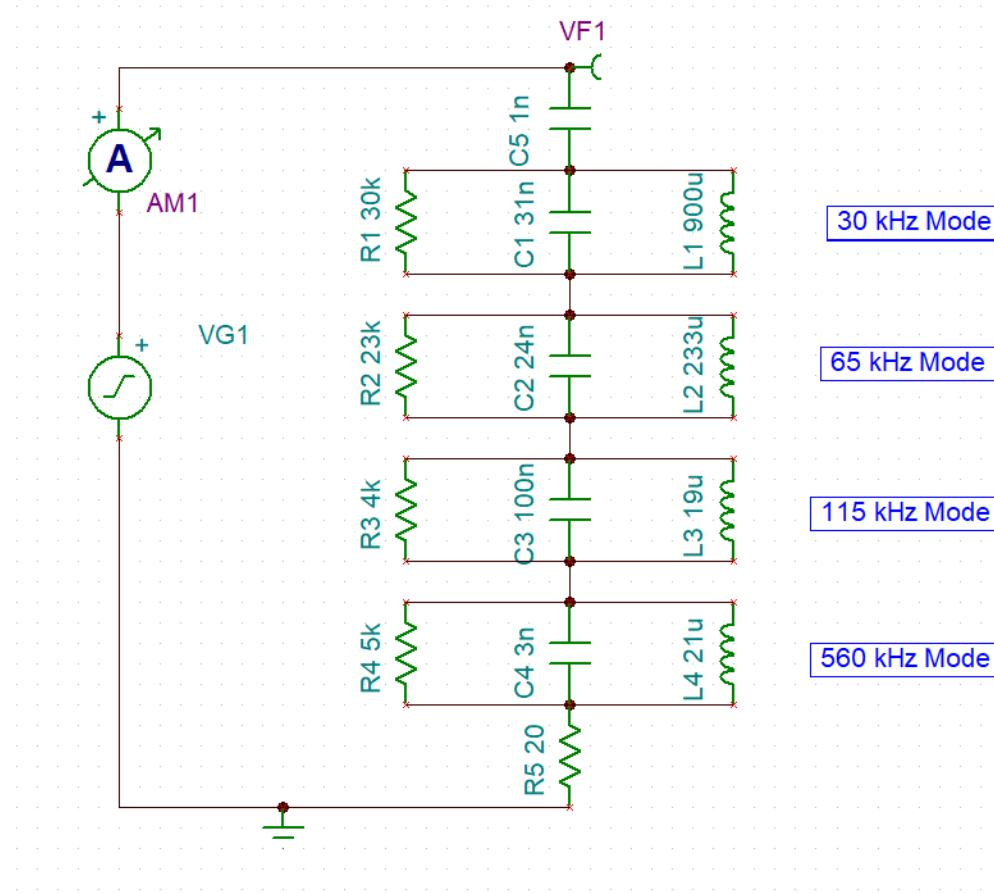

图 4-1. LCS 的等效电路模型
了解压电式器件等效电路对于分析和设计系统至关重要，因为这样可以将复杂的机电交互简化为易于管理的电气模型，从而实现性能预测和优化。有多个模型可以模拟压电压的行为，这里我们提供了一个示例。在示例中，LCS 由一个大容量电阻器和一个大容量电容器以及多个 LRC 网络组成，这些网络都串联在一起，如 图 4-1 所示。每个 RLC 部分代表机械特性，如质量 (L)、顺应性 (C) 和机械阻尼 (R)，而串行大容量电容器和电阻器表示器件电极的电容和电阻。